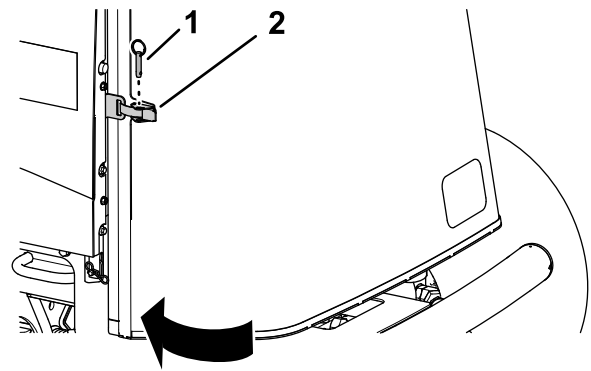

Figure 63
1. Fermez et verrouillez la protection (Figure 63).